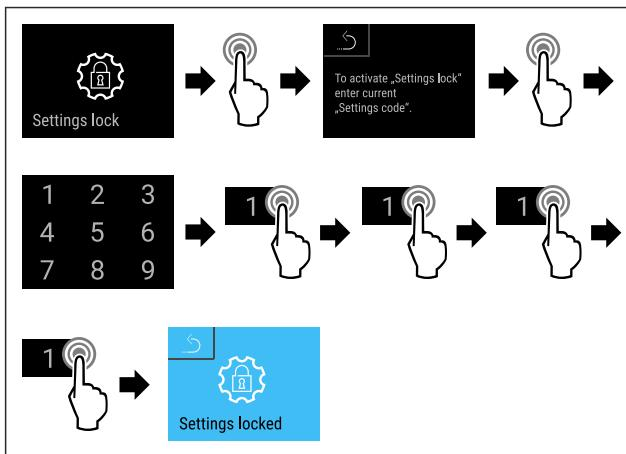

Fig. 88
- Seguir los pasos de procedimiento (consulte Fig. 88).